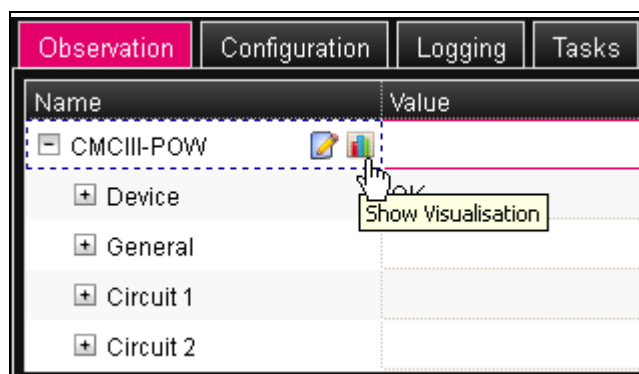

Imagen 37: Símbolo «Gráfico»
- Haga clic sobre el símbolo «Gráfico» detrás de la entrada «CMCIII-POW» en forma de diagrama estilizado (imagen 37).